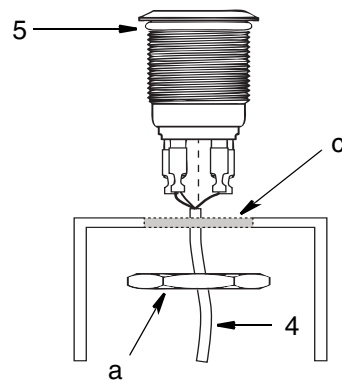

FIG. 2
5. Encamine y asegure el mazo de cables (4) desde la posición de instalación de la G3. Corte la longitud excesiva de cable del mazo de cables (4).
6. Pele aproximadamente 1" de la camisa del mazo y 1/4" de la parte trasera del conductor. Instale conectores rápidos (2) con los cables (4) utilizando un conector en rizo.
7. Introduzca el extremo de cables (4) desde el lado trasero del panel o de la placa, a través de la tuerca de bloqueo (a) y a través del orificio en el panel o la placa (c) (FIG. 2). (Observe la posición de la junta tórica (5) para una instalación correcta.)